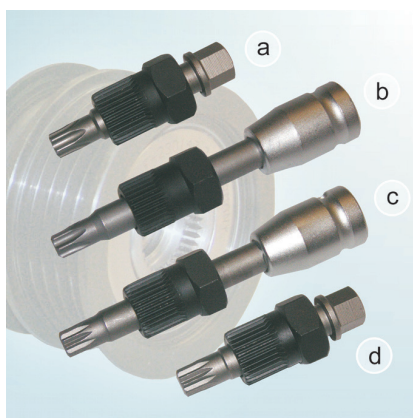

図 2：専用工具の概要
5. オーバーランニングオルタネータープリー 535 0116 10 を専用工具を使用して組み立てます (図 2 を参照)。